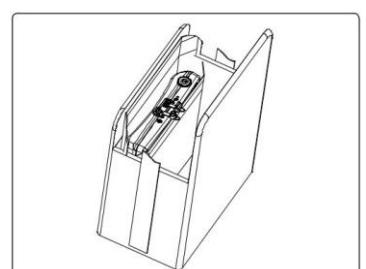

Figura 36. Mettete l'apparecchio nella borsa di trasporto/stoccaggio
3. Dopo avere asciugato la console WoundEL®, riponetela nella borsa di trasporto / stoccaggio WoundEL® separata dagli altri componenti WoundEL® fino al prossimo utilizzo (v. Figura 36).